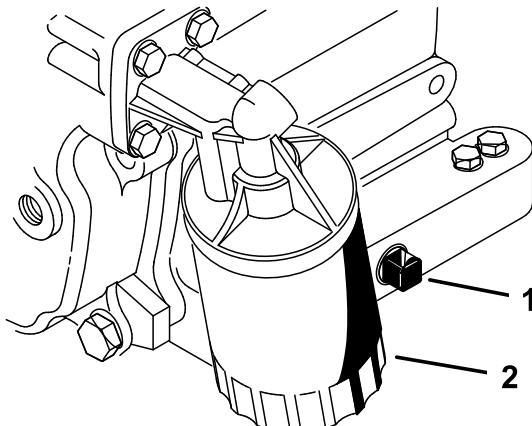

Рисунок 28
2. Снимите маслосливную пробку (Рисунок 28) и дайте маслу стечь в сливной поддон. Когда масло перестанет течь, установите маслосливную пробку на место.
3. Снимите масляный фильтр (Рисунок 28).